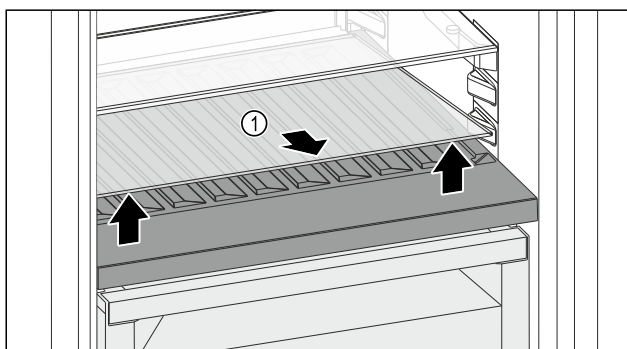

Fig. 174
- Soulever la plaque de verre Fig. 174 (1) au niveau de l'évidement avant et la retirer.
- Entreposer la plaque de verre Fig. 174 (1) dans un endroit sûr hors de l'appareil.
- Insérer la plaque de verre (2) sous le compartiment à bouteilles amovible.